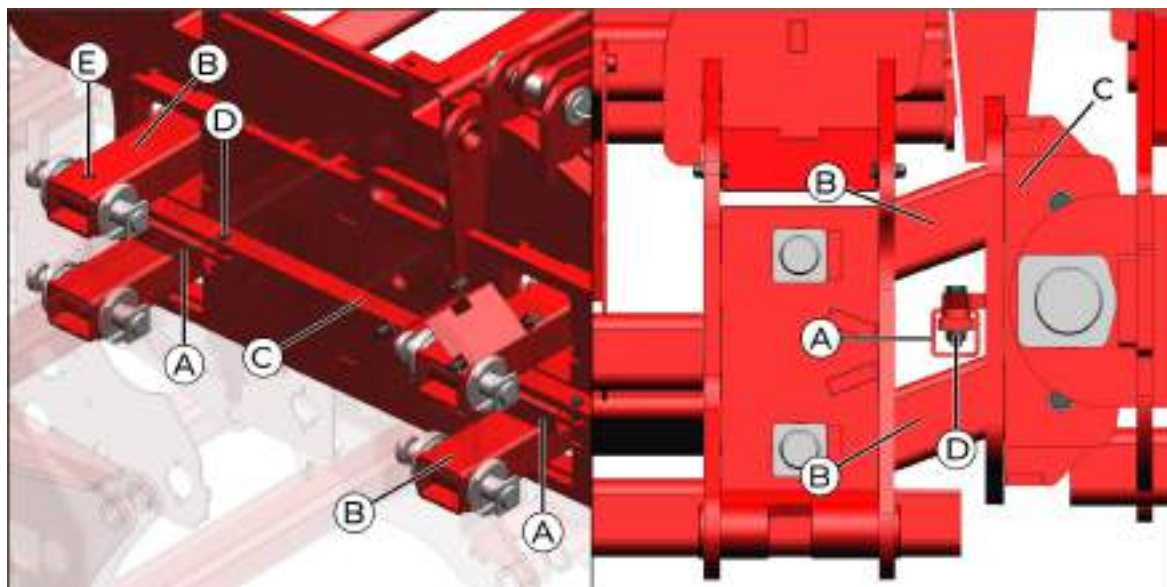

fig. 146
O calço de articulação (A) (*fig. 146*) é montado entre os braços pantográficos (B) e fixado nos articuladores (C) através de parafusos, arruelas e porcas (D). Cada chassi possui quatro braços pantográficos, com dois pontos de lubrificação (E) em cada. Mesmo com a articulação travada para cima, os chassis laterais conseguem copiar o solo em situação em que esses chassis estejam mais altos que o chassi central. Durante o plantio em terrenos planos a semeadora deve estar limitada pelo calço (A), trabalhando apenas com a articulação dos chassis laterais.